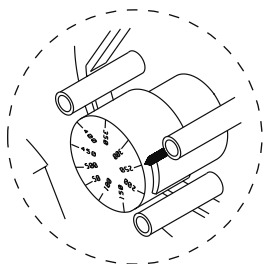

Abb. 6
**Werksseitig Voreinstellung: ca 220 Pa (Abb. 6)**
4. Den erforderlichen Differenzdruck durch Drehen der Skala von Hand (Abb. 6) einstellen. Leuchtet die Kontrolllampe an der Fernbedienung auf der Stufe 4, jedoch nicht auf der Stufe 3, so ist die Einstellung in Ordnung.